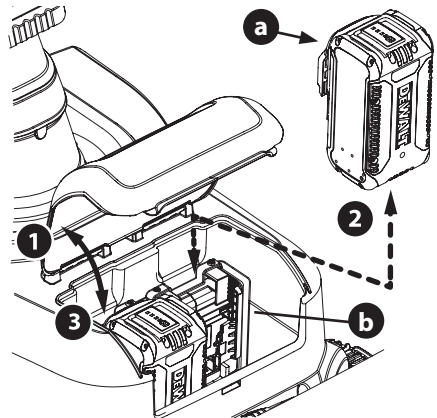

Figura 9
2. Deslice una batería (a) dentro del puerto de la batería (b) de modo que la luz indicadora de la batería quede orientada hacia arriba desde el puerto de la batería (Figura 9).